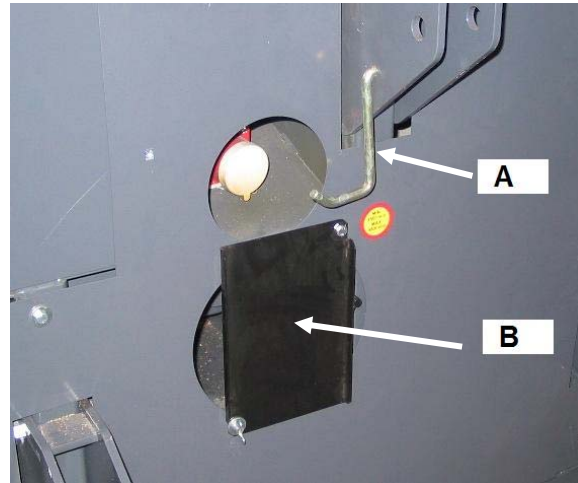

Abb. 9
3.10 Die Maschine ist mit einem System ausgerüstet, das den gleichzeitigen Betrieb in zwei Betriebsarten verhindert, Abb. 9